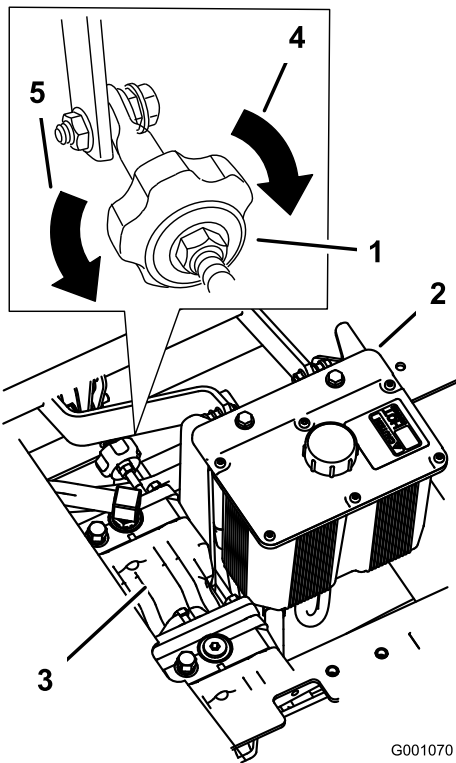

Figure 49
4. Pour que la machine tire à droite, tournez le bouton vers la droite de la machine (voir la Figure 49).
5. Pour que la machine tire à gauche, tournez le bouton vers la gauche de la machine (voir la Figure 49).